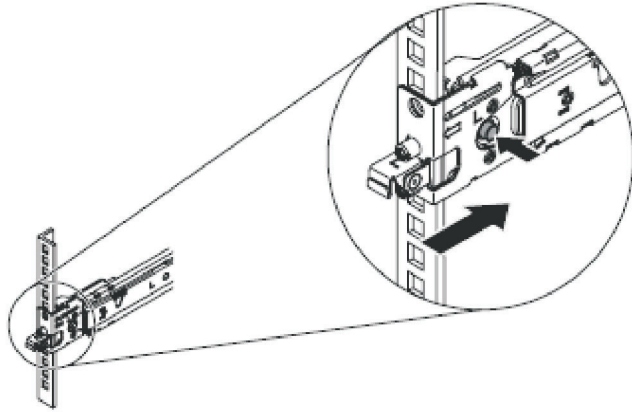

図 24. スライド・レールの前部端の取り付け
5. 28 ページの図 24 に示すように、スライド・レールの前部端を取り付けます。